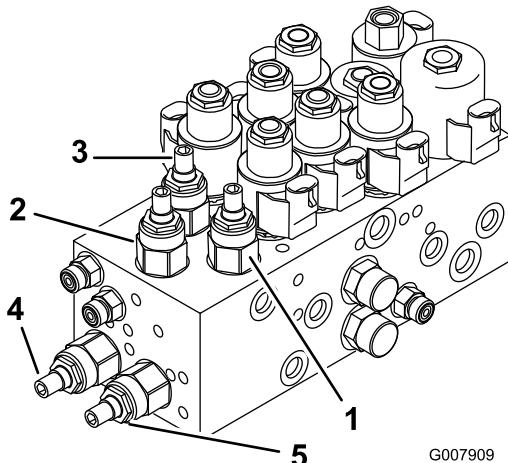

Figura 79
2. Localize as válvulas no manípulo de elevação para ajustar a(s) unidade(s) de corte desejada(s). Consulte o gráfico e a Figura 79.